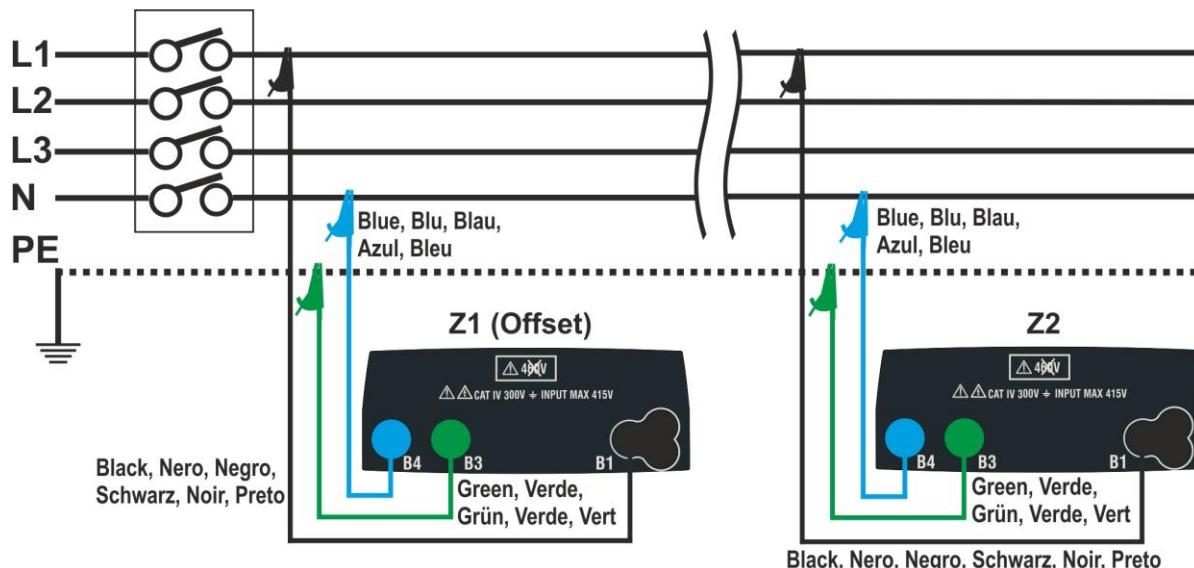
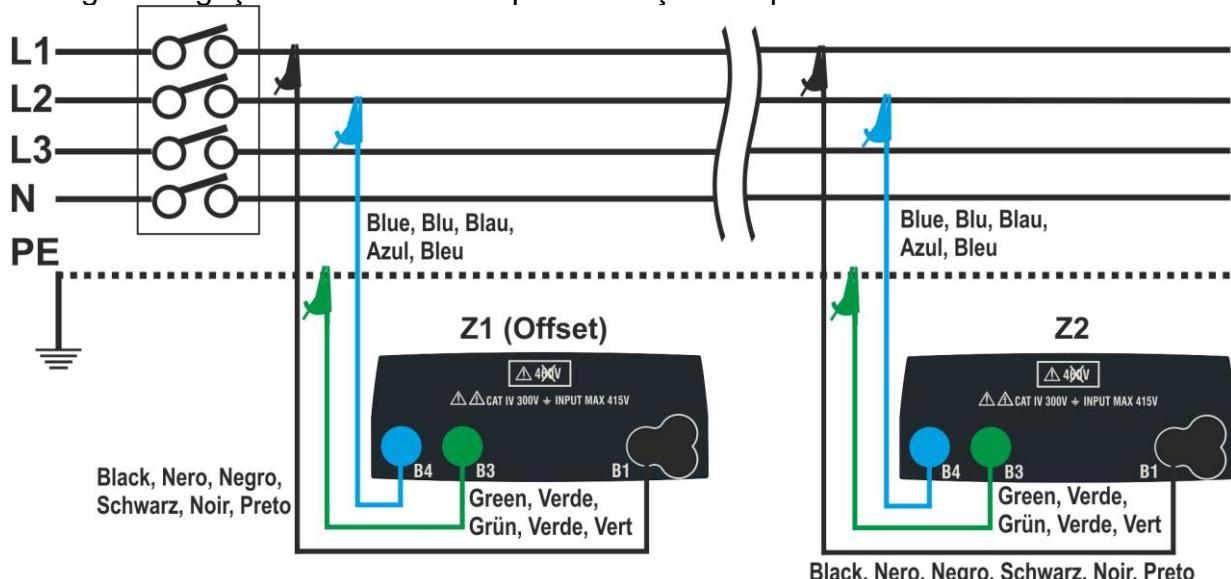

Fig. 37: Ligação do instrumento para medição de queda de tensão no modo L-N
Fig. 38: Ligação do instrumento para medição de queda de tensão no modo L-L
4. Ligue o instrumento ao ponto inicial da linha principal em teste (normalmente a jusante de um dispositivo de proteção) de acordo com a Fig. 37 ou Fig. 38 para fazer a primeira medição de impedância Z1 (Offset). Nesse caso, o instrumento medirá a impedância a montante do ponto inicial da linha principal em teste, tomando-a como referência inicial. O ecrã a seguir (referida como medição L-L) é mostrado no dispositivo.
7. Ligue o instrumento ao ponto final da linha principal em teste de acordo com a Fig. 37 ou Fig. 38 para medir a impedância Z2 no final da linha. Observe o valor Z1 (deslocamento) medido anteriormente mostrado no dispositivo.